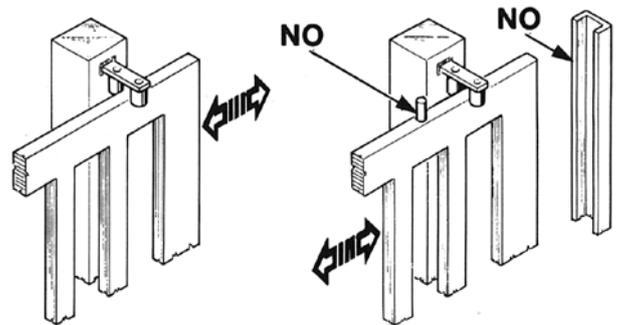

FIG. 3
Las columnas de la verja tienen que llevar en su parte superior unas guías anti-descarrilamiento (Fig. 3) para evitar desenganches involuntarios.
**Nota:** Eliminar los topes mecánicos del tipo descrito en el Fig. 3.